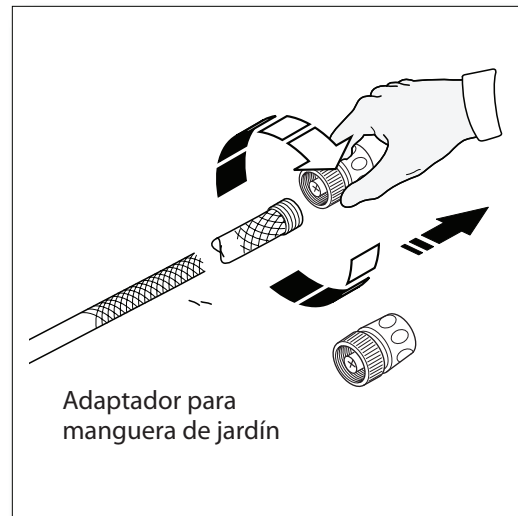

Fig. 14
- Ajuste el adaptador para manguera en el extremo de la manguera de jardín (Fig. 14).